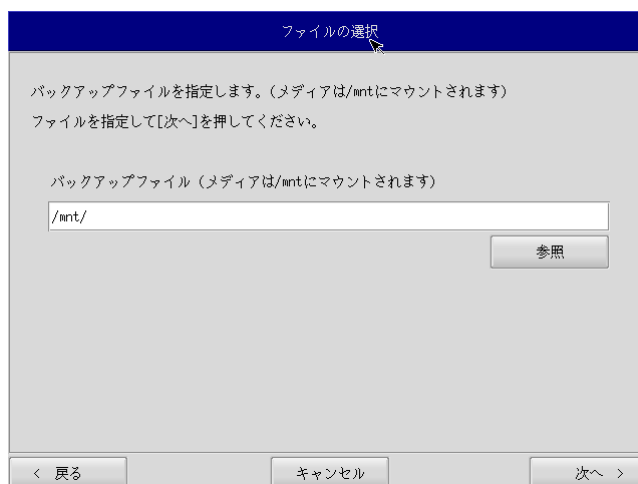

図 6-4-3. ファイル選択画面
- ⑦ ファイル選択画面（図 6-4-3）が表示されます。[参照] ボタンを押します。
- ⑨ ファイル選択画面（図 6-4-3）で指定したバックアップファイルが入力されていることを確認します。[次へ]ボタンを押します。